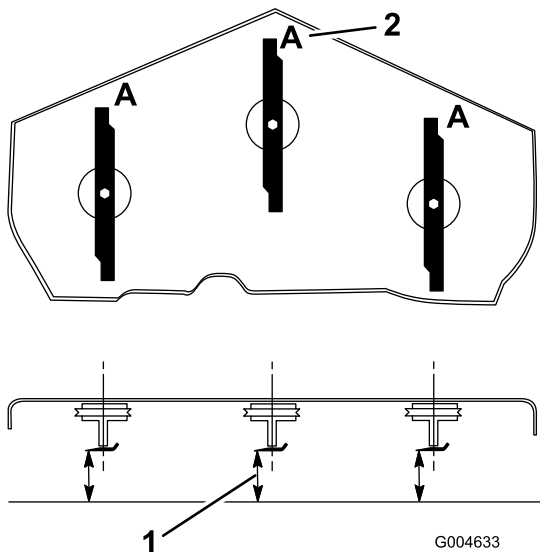

Bild 74
3. Drehen Sie die Schnittmesser, bis die Enden nach vorne und hinten gerichtet sind (Bild 74). Messen Sie von einer ebenen Fläche bis zu den Schnittkante (Position **A**) der Messer (Bild 74). Notieren Sie diesen Wert.